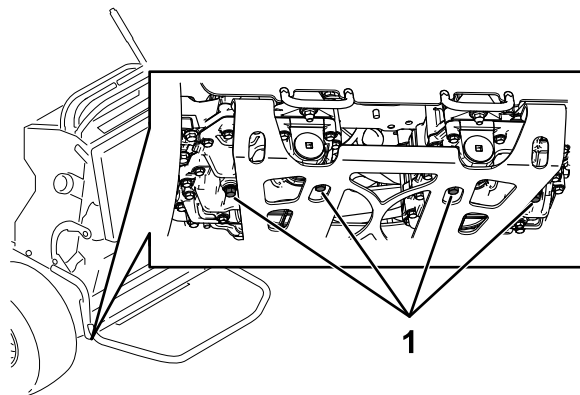

Figura 66
3. Localice los tapones de vaciado en la parte inferior de la transmisión, y coloque un recipiente de vaciado debajo del tapón (Figura 66).